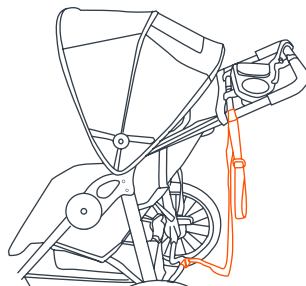

Fig. 16b
- La sangle de sécurité doit toujours être connectée à l'arrière du cadre inférieur. Cet emplacement est utilisé pour empêcher la Poussette de basculer vers l'arrière dans le cas où vous tombez. La sangle de sécurité comprend une attache Velcro sur le côté gauche de la Poussette pour le remisage lorsqu'elle n'est pas utilisée (Fig. 16b).